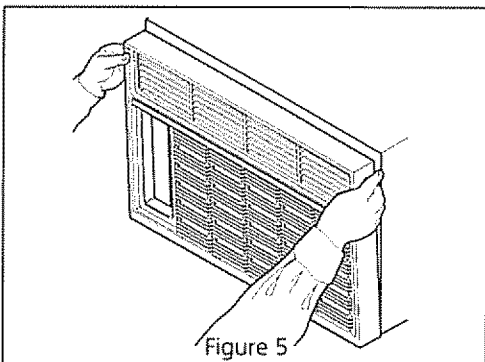
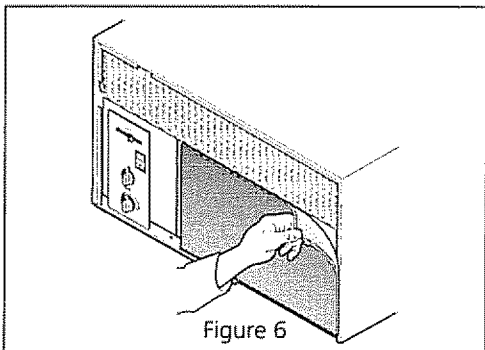

Figure 5
Figure 6
- Démontez la vis de fixation avant de chaque côté du châssis avec un tournevis Phillips standard #2. Pressez le panneau avant vers le bas et tirez-le vers vous pour le dégager des agrafes de fixation (Figure 5). Tirez le filtre en ligne droite des agrafes (Figure 6).